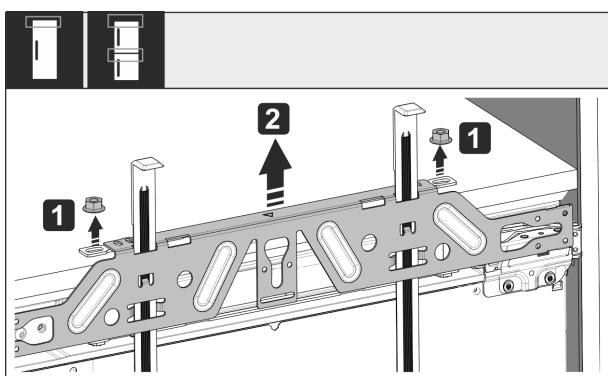

Fig. 58
- Løsne kontramuttere Fig. 58 (1).
- Ta av festetraversen Fig. 58 (2).